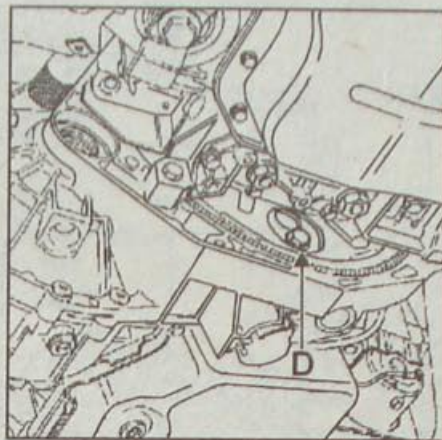

Рис. 7.15. Расположение одного из трех болтов (D) крепления гидротрансформатора на ведущем диске
- Выверните три болта крепления гидротрансформатора на ведущем диске (D, рис. 7.15).